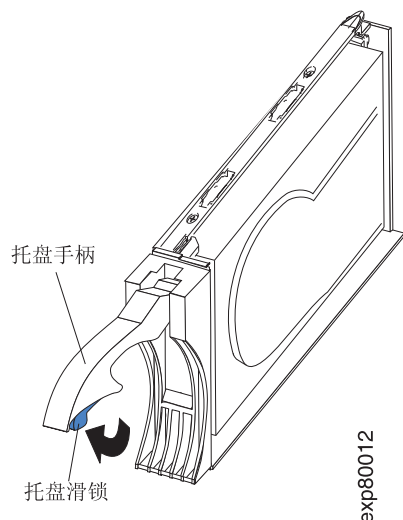

图 82. E-DDM CRU 手柄
- b. 如第 125 页的图 82 中所示，将托盘上的手柄拉出，使其处于打开位置。
- a. 如第 125 页的图 82 中的箭头所示，按住托盘手柄底端内侧以松开 E-DDM CRU 上的滑锁。